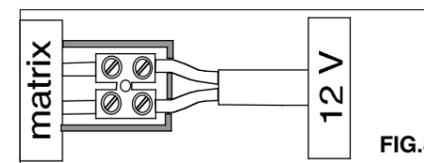

FIG.8
- Insert the ends of the 12V output cable of the transformer into terminal C and tighten the screws FIG. 6B and FIG. 8.
- Insérer les terminaux du câble de sortie 12V du transformateur dans la borne C et aviser les vis FIG. 6B et FIG. 8
- Insertar el cable de salida 12V del transformador en el borne volante del soporte de las dicroicas y atornillar los tornillos FIG. 2B y FIG. 8.
- Insertar los terminales del cable de salida 12V del transformador en el borne C y atornillar los tornillos FIG.6B y FIG. 8
- Den 12V Kabel des Transformators in die Klemme vom Kaltlichtspiegellampensupport einführen und die Schrauben festdrehen FIG. 2B UND FIG. 8
- Die Enden des 12V Ausgangskabel des Transformators in die Klemme C einführen und die Schrauben festdrehen FIG. 6B und FIG.8.